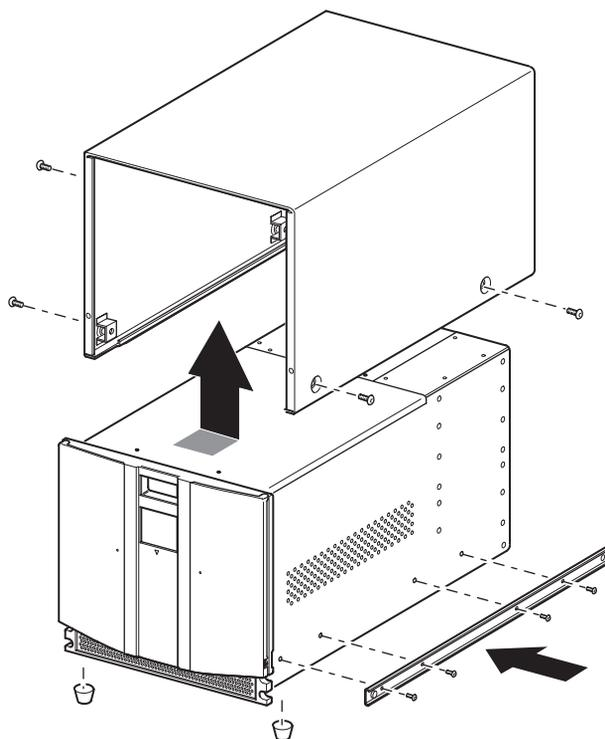

Abbildung 11: Umrüsten eines Desktop-Modells (Die Abbildung zeigt das Modell für vier Laufwerke)
1. Verwenden Sie die mit der Library gelieferte Schablone, um die Position der Befestigungsbeschläge an den Montageschienen des Racks zu markieren (siehe Abbildung 11). Die schwarzen Punkte an den Seiten der Schablone kennzeichnen die Oberkante einer Höheneinheit (U).